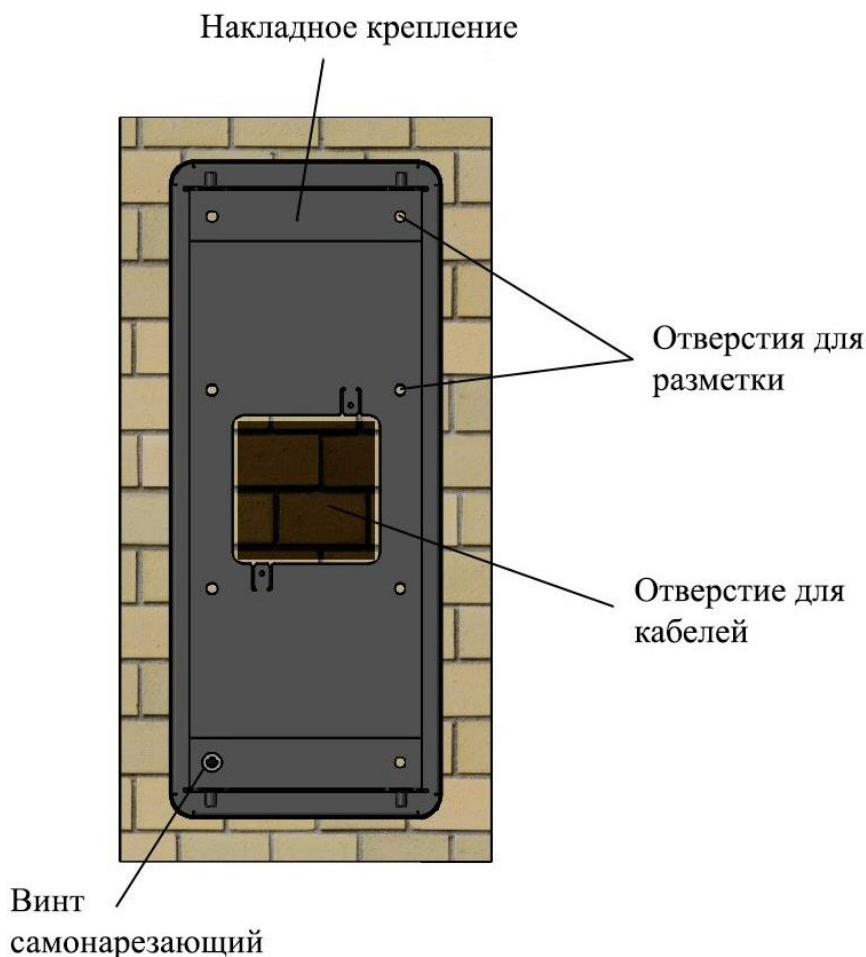

Рисунок 3 — Размещение крепления
2.2.2. Приложить крепление к поверхности, совместив отверстия для кабелей (рисунок 3).
2.2.3. Просверлить размеченные крепежные отверстия глубиной **30 мм** и диаметром **6 мм**, установить в них дюбели. Приложить и прикрутить само крепление самонарезающими винтами (рисунок 3).